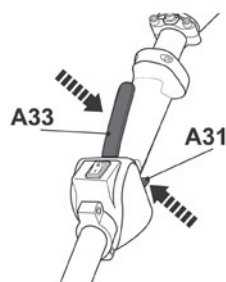

Fig. 43
- > Prima o bloqueio do acelerador (A26) e o acionador do acelerador (A24) para utilizar o produto (Fig. 43).